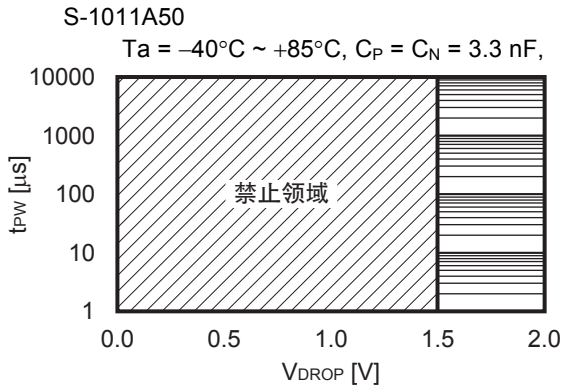
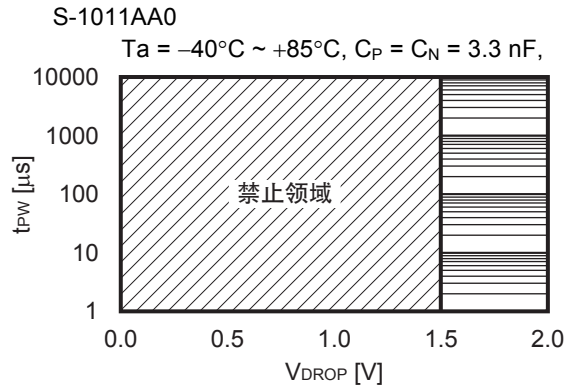

图40
图41
解除延迟时间中, V_{DD}端子 (V_{DD}检测产品) 瞬间下降到检测电压 (-V_{DET}) 以下, 然后再次上升到解除电压 (+V_{DET}) 以上时, 在经过正常的解除延迟时间后输出解除信号的脉冲幅度 (t_{PW}) 与V_{DD}下限值 (V_{DROP}) 之间的关系如图40、图41所示。
- 注意 1. 图40、图41表示正常的解除延迟时间经过后输出解除信号的输入电压条件。变为禁止领域后, 在延迟时间结束前可能会被误解除。
- 2. 解除延迟时间中V_{DD}端子电压变为如图40、图41所示的禁止领域时, 请先向V_{DD}端子输入0 V, 然后再次启动S-1011系列。